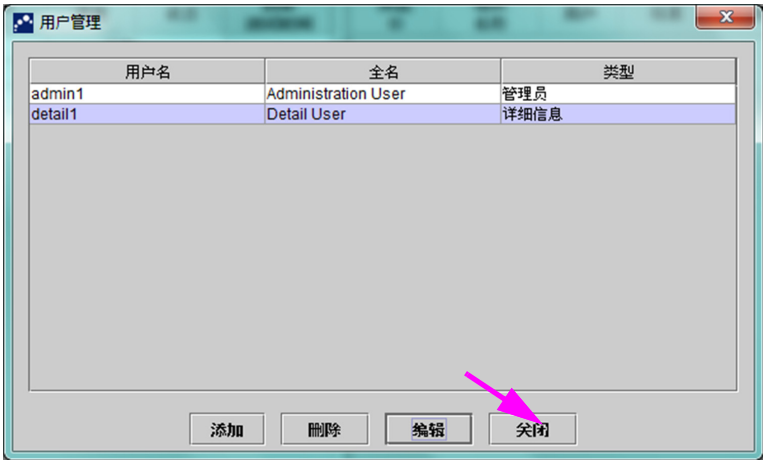

图 2-76. 完成用户删除后的“用户管理”对话框
- 要删除其他用户，请重复执行**步骤 2**和**步骤 3**。执行完删除用户操作后，单击**关闭**（参见图 2-76）。